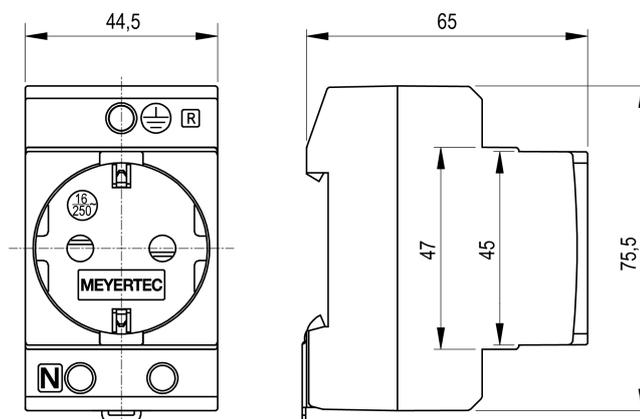

Рисунок 4.2 – Габаритные размеры
1. Подготовить место на DIN-рейке согласно габаритным размерам розетки (см. рисунок 4.2).